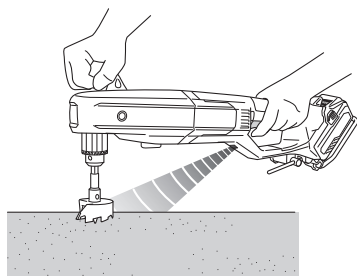

Fig. 16
- Si la mèche de l'outil est soudainement en surcharge, toute secousse du corps de l'outil est réduite en activant l'embrayage à glissement ou en arrêtant le moteur par le capteur intégré dans le corps de l'outil. Si le moteur est arrêté à cause d'une détection de surcharge par le contrôleur, la DEL d'éclairage clignote lorsque le commutateur est tiré. Le moteur reste à l'arrêt pendant que le voyant clignote. (Fig. 16)